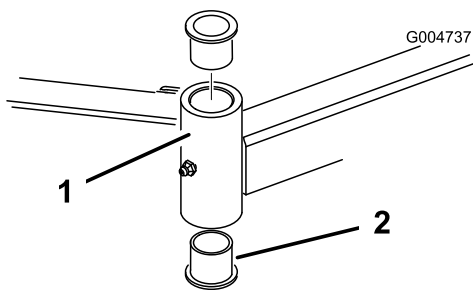

Figure 107
4. Insérez un chasse-goupille dans le haut ou le bas du tube de montage et chassez la bague hors du tube (Figure 107). Chassez ensuite l'autre bague. Nettoyez l'intérieur des tubes de montage.